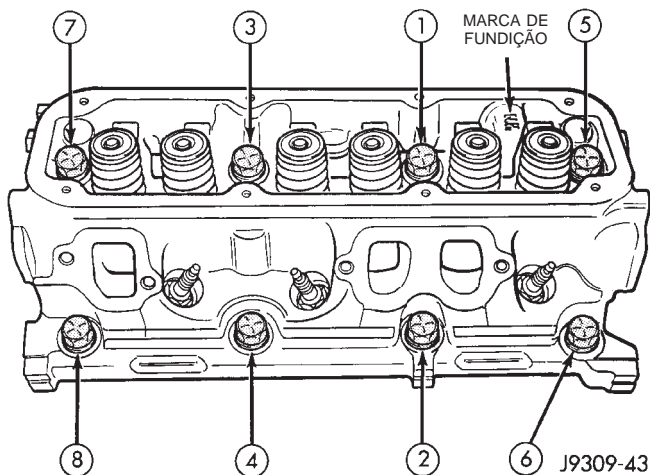

Fig. 27 Seqüência de Atarraxamento do Parafuso do Cabeçote de Cilindros
(1) Posicione as novas juntas do cabeçote de cilindros no bloco de cilindros.
(2) Posicione as novas juntas do cabeçote de cilindros no bloco de cilindros.
(3) Começando no ponto morto superior, aperte todos os parafusos do cabeçote de cilindros, em seqüência, com um torque de 68 N·m (50 pés-lb.) (Fig. 27). Repita o procedimento, aperte todos os parafusos do cabeçote de cilindros com um torque de 143 N·m (105 pés-lb.). Repita o procedimento para confirmar se todos os parafusos estão com um torque de 143 N·m (105 pés-lb.).